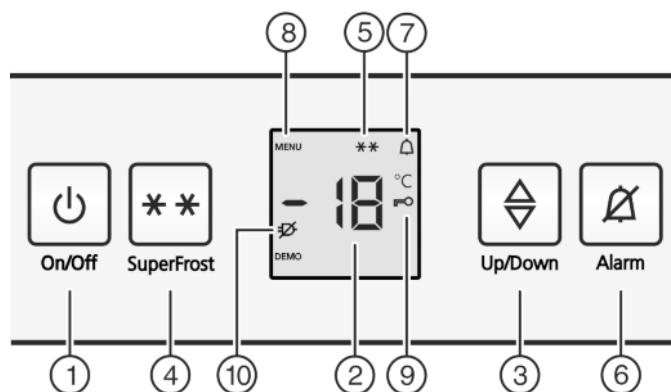

Fig. 2
- ▶ Nospiediet pogu On/Off Fig. 2 (1).
- ▶ Regulēšanas režīma ieslēgšana: spiediet pogu SuperFrost Fig. 2 (4) apmēram 5 sekundes.
- ▷ Indikatorā redzams simbols Menu *Fig. 2 (8)*.
- ▶ Īsi apstipriniet ar pogu SuperFrost *Fig. 2 (4)*.
- ▷ Indikatorā mirdz aizslēga pret bērnu piekļūšanu simbols *Fig. 2 (9)*.
- ▶ Īsi piespiediet pogu On/Off *Fig. 2 (1)*.
- ▶ Regulēšanas režīma ieslēgšana: spiediet pogu SuperFrost *Fig. 2 (4)* apmēram 5 sekundes.
- ▷ Aizslēga pret bērnu piekļūšanu simbols *Fig. 2 (9)* nodziest.
- ▶ Nospiediet pogu Alarm *Fig. 2 (6)*.
Vienlaicīgi mirgo temperatūras indikators un Simbols Brīdinājums *Fig. 2 (7)*.
Skaņas brīdinājuma signāls automātiski apklust, Simbols Trauksme *Fig. 2 (7)* izdziest un temperatūras norāde pārstāj mirgot, ja temperatūra atkal ir pietiekoši zema.